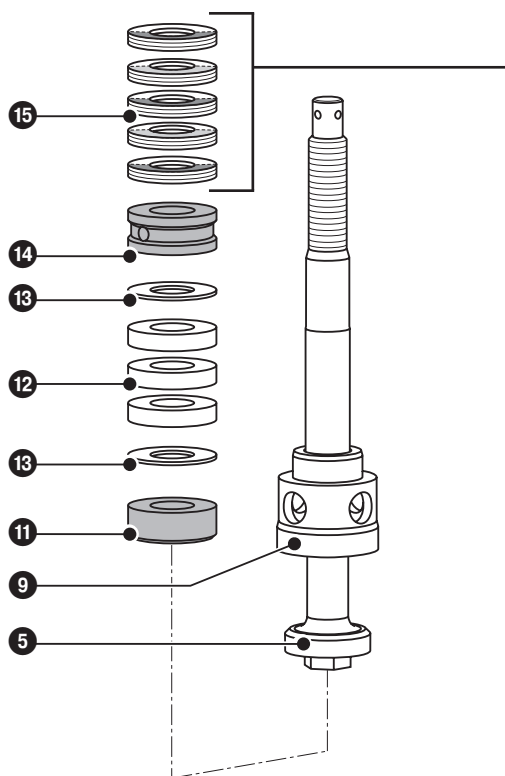

Fig. 10
18. Stopfbuchs-Innenteile in Reihenfolge einsetzen. **Fig. 6, Fig. 7, Fig. 10**